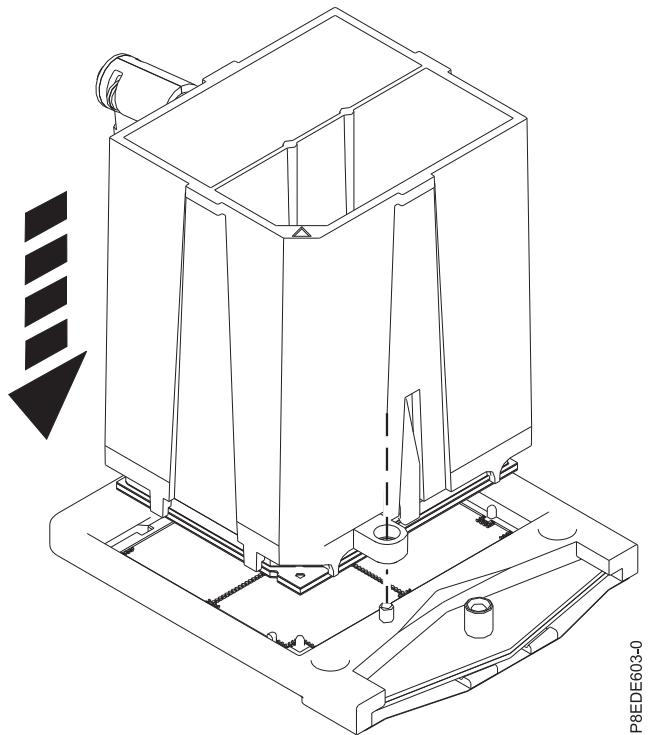

図 16. ツールとシステム・プロセッサー・モジュールを下げる、ソケットに乗せる
7. ツールとシステム・プロセッサー・モジュールを下げる、ソケットに乗せます。2つのガイド・ピンがツールの両側で位置合わせ穴に差し込まれていることを確認します（18 ページの図 16 を参照）。